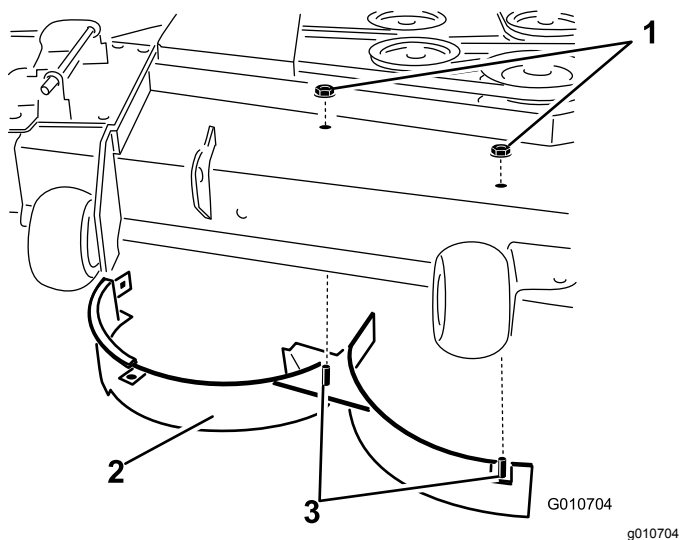

Figure 34
11. Retirez les 2 contre-écrous (5/16") qui fixent les montants soudés du déflecteur droit sur le dessus du plateau de coupe, au centre et à droite du centre (Figure 34).
12. Retirez le boulon de carrosserie et le contre-écrou qui fixent le déflecteur droit au sommet du plateau de coupe puis déposez le déflecteur (Figure 34).